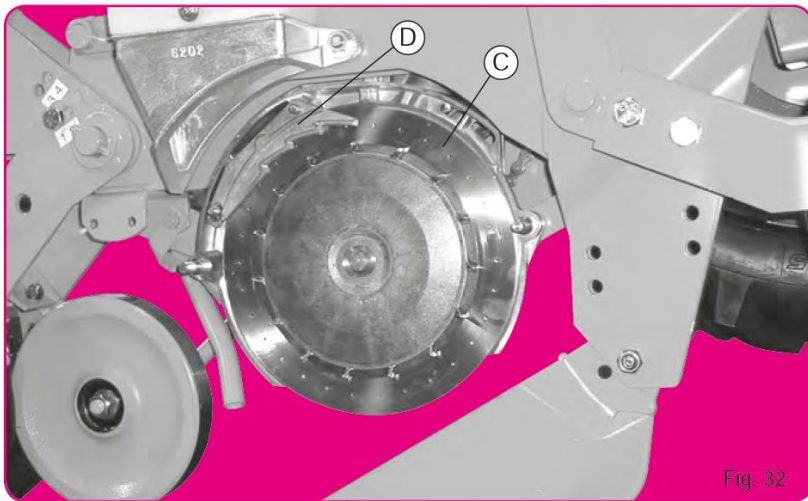

Fig. 32
Zgarniacz ziarna (D) umieszczany jest na tarczach (od strony pokrywy a nie między tarczą a plastikowym wieńcem) (Fig. 32).